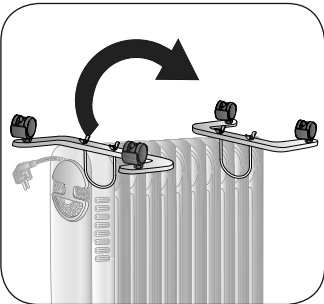

Fig. 7
- 9 Rimettere il radiatore in posizione (Fig. 7).